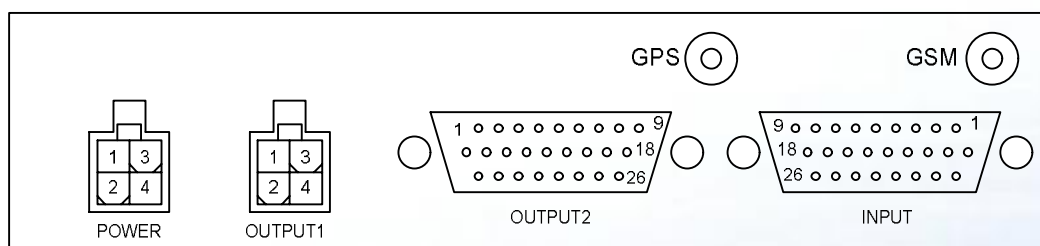

Рис. 5.2. Задняя панель терминала AMUR-GPS
4.3 Вынуть с упаковки кабель для подключения питания. С одной стороны кабеля установлен разъем. При помощи этого разъема подключается кабель к устройству. Использовать разъем POWER, смотрите «Рис.5.2. Задняя панель AMUR-GPS терминал». Другой конец кабеля подключить к источнику питания напряжением 12-24 вольт так, чтобы красный провод был подключен к положительной клемме, а черный провод к отрицательной. Можно подключить к компьютерному разъему 12 В.
- 5.1 Закрепить антенну GPS под открытым небом на горизонтальной металлической поверхности (основанием антенны вниз) при помощи магнита. Антенна не должна закрываться или затеняться посторонними предметами. После чего подсоединить к разъему GPS устройства см. Рис. 5.2.
- 5.5 Подключить кабель питания через разъем к разъему POWER устройства AMUR-GPS (см. Рис.5.2). Другой конец кабеля подключить к бортовой сети (черный (синий) провод кабеля подключить к массе транспортного средства или к отрицательному потенциалу).
На рис. 5.2. показана задняя панель, на ней находятся разъемы для подключения антенн, разъем питания, и разъемы входов и выходов.
В устройстве имеются 6 аналоговых входов для измерения аналогового потенциала. В зависимости от версии встроенного программного обеспечения выводам назначаются определенные функции. Под заказчика можно поменять назначение выводов. Аналоговые входы расположены на разъеме INPUT (см. рис. 5.2 Задняя панель AMUR-GPS-терминал). Имеются 2 Аналоговых входа с диапазоном входных напряжений 0-30 вольт и 4 Аналоговых входа с диапазоном напряжений 0-5 вольт. Входное сопротивление у всех входов более 10 кОм. Назначение выводов для версий программного обеспечения смотрите в таблице разъема INPUT.
Цифровые входы предназначены, для получения состояния с внешних датчиков которые имеют, цифровые выходы. Напряжение, подаваемое на цифровые входы, должно находиться в пределах от 0 да 30 вольт для входов (0-30в) и для цифровых входов (0-5в) входное напряжение должно быть в пределах (0-5в). Входное сопротивление у всех входов более 10 кОм. (см. рис. 5.2). Назначение выводов для версий программного обеспечения смотрите в таблице разъема INPUT.
Цифровые выходы расположены на разъемах OUTPUT2 и INPUT (см. рис. 5.2). Выход OUTPUT1, зарезервирован для гальванически развязанного переключающегося коммутатора с повышенной нагрузочной способностью. Данный выход выдерживает ток нагрузки до 10А и максимальное напряжение 250В. Эти выводы по умолчанию всегда замкнуты, первый и второй выводы разъема. При перекоммутации выходов происходит замыкание первого и четвертого выводов, а выходы один и четыре размыкаются.